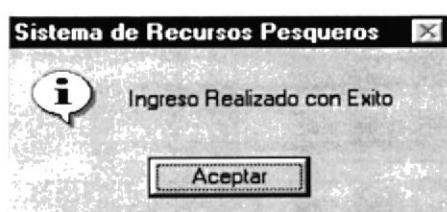

Figura 8.23 Mensaje de Ingreso
2. Si se guarda una flota nueva se mostrará la siguiente pantalla (ver figura.8.23)